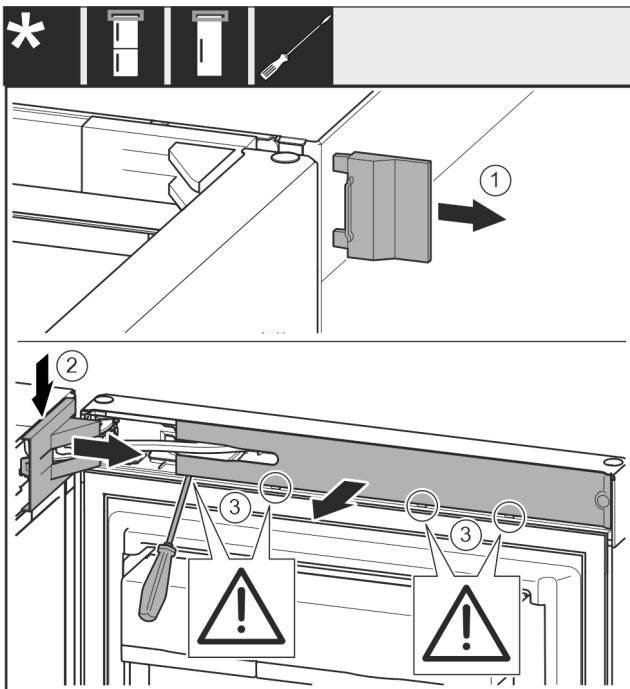

Fig. 8
- Αφαιρέστε το κάλυμμα Fig. 8 (1).
- Ξεκουμπώστε και λύστε το κάλυμμα του στηρίγματος Fig. 8 (2).
- Αφαιρέστε το κάλυμμα του στηρίγματος Fig. 8 (2).
- Ξεκουμπώστε το διακοσμητικό κάλυμμα Fig. 8 (3) με ίσιο κατσαβίδι και παραμερίστε το προς το πλάι.